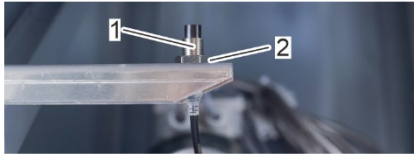

Figura 75: Tuerca de seguridad
7. Enrosque la tuerca de seguridad (Figura 75/2) en la rosca del sensor de ciclo (Figura 75/1).
9. Ajuste el sensor de ciclo (Figura 77/2) con las tuercas (Figura 77/3 y Figura 75/2) de manera que haya una distancia de conmutación de 10 a 20 mm entre el sensor de ciclo (Figura 77/2) y el activador de contacto (Figura 77/1).